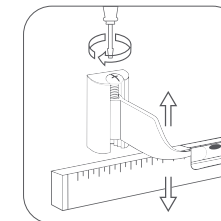

рис. 4
**!** **Для того, чтобы идеально ровно смонтировать радиатор на стену, используйте оригинальные регулируемые кронштейны Royal Thermo (рис. 4).**